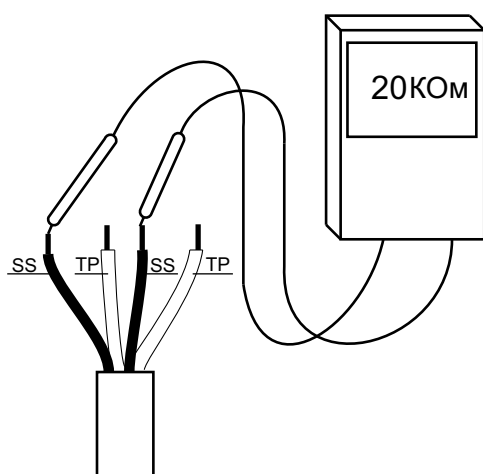

Рис. 14 Проверка сопротивления
1. Открутите пробку для слива масла (рис. 14).